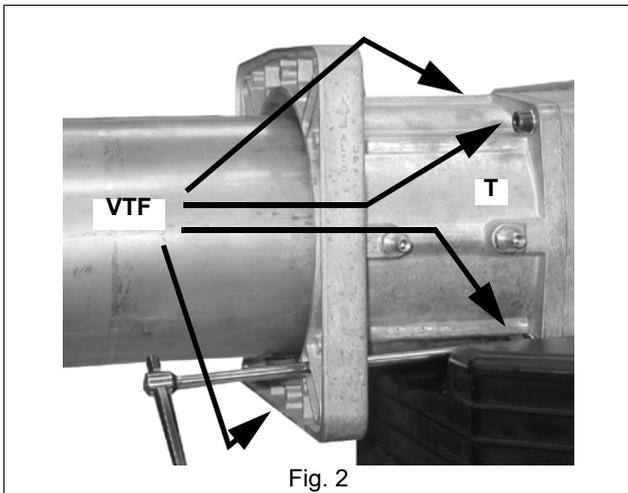

Fig. 2
- 3 Desmontar el botín embreadado **T** extrayendo los 4 tornillos de cabeza hexagonal **VTF** (Fig. 2).